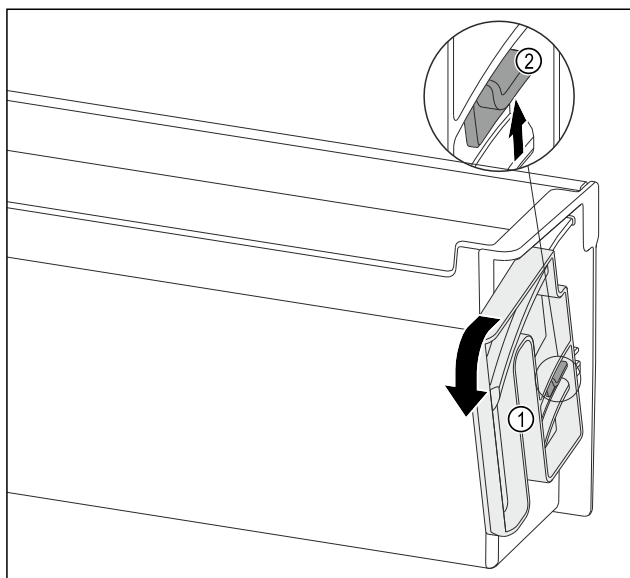

Fig. 133
- ▶ 沿指定方向将旋转单元 Fig. 133 (1) 转动到底。
- ▶ 向上按压凸舌 Fig. 133 (2) 并取出旋转单元 Fig. 133 (1)。